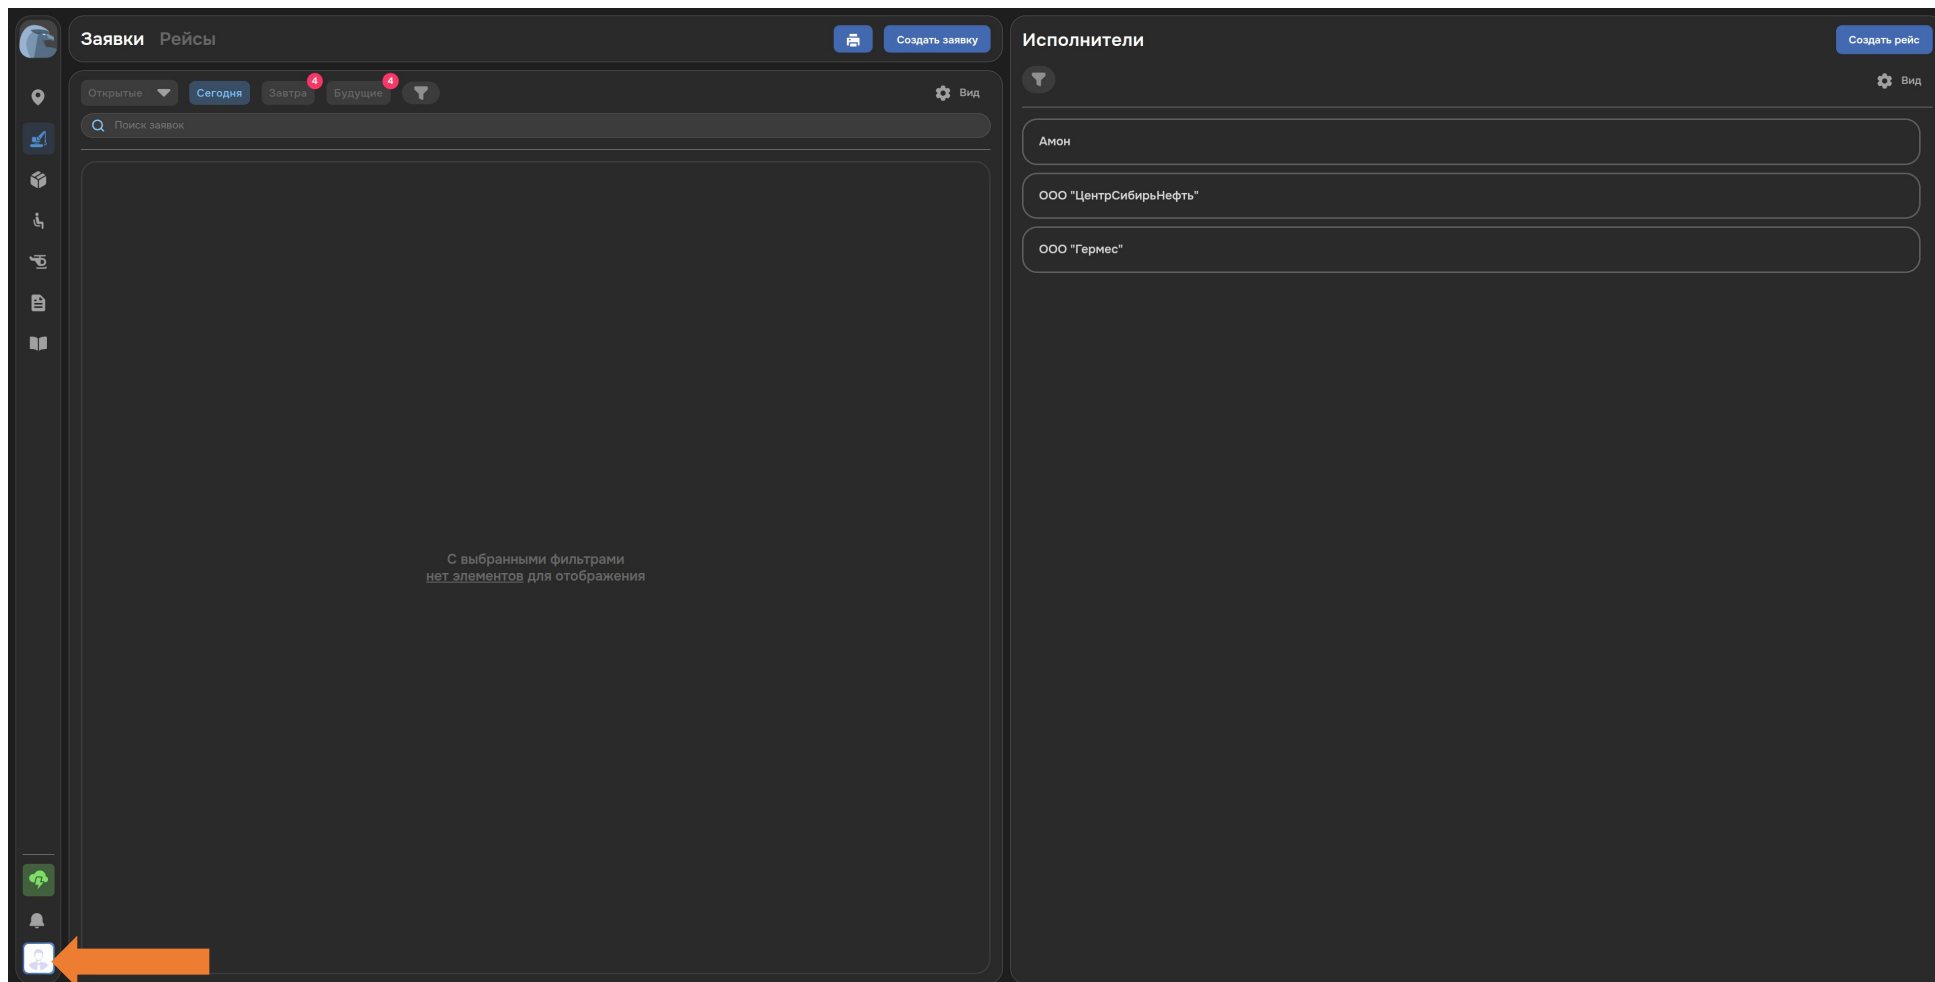

Рисунок 2. Интерфейс Системы после успешной авторизации
4. Если авторизация успешна, то будет выполнен вход в Систему (см. Рисунок 2).
2. Нажмите на аватар Пользователя в левом нижнем углу интерфейса (см. Рисунок 2).